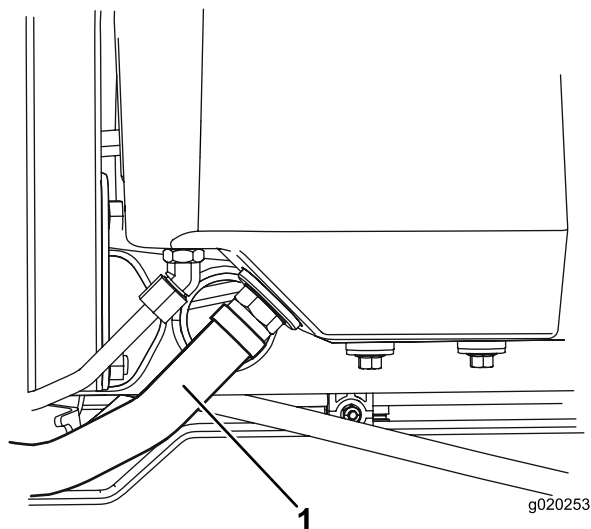

Figura 63
2. Desconecte la manguera hidráulica grande (Figura 63) del depósito y deje fluir el aceite hidráulico en un recipiente apropiado. Vuelva a colocar la manguera hidráulica cuando el aceite hidráulico se haya drenado.